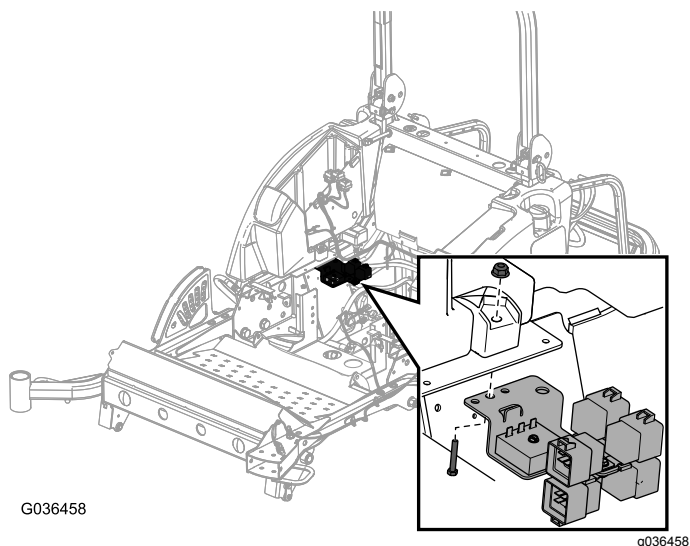

Figura 27
2. Instale o suporte de relé na parte de baixo do suporte do depósito utilizando o parafuso e a porca existentes (Figura 27).